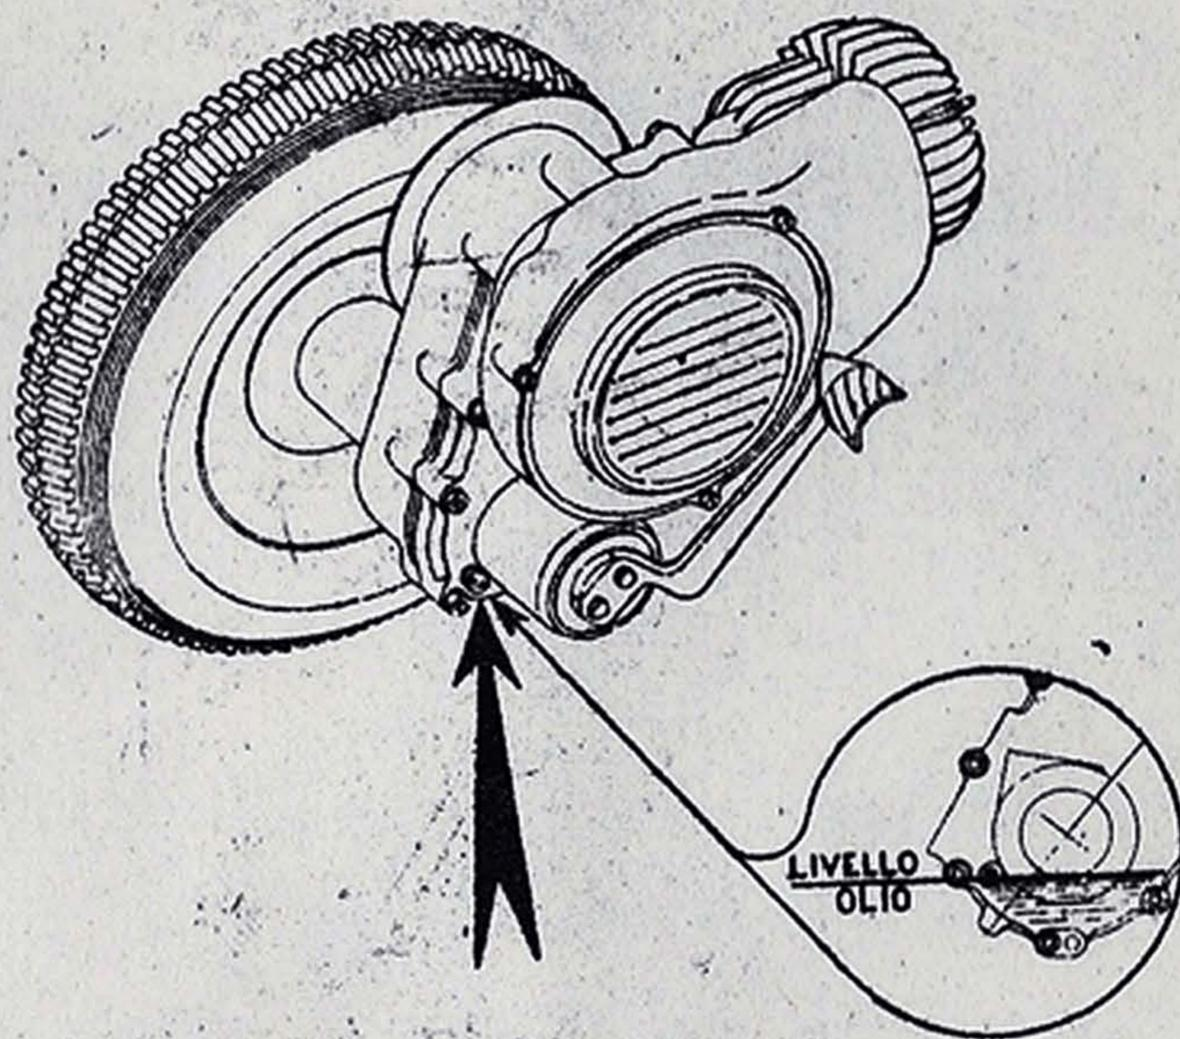

Fig. 9
**Ogni 1000 km. :** 1°) Verificare il livello dell'olio nella scatola del cambio svitando il tappo portante la dicitura « olio ». Il livello di olio deve sfiorare il foro per vite. Per la lubrificazione del motore usare olio minerale di ottima qualità (vedi fig. 9).